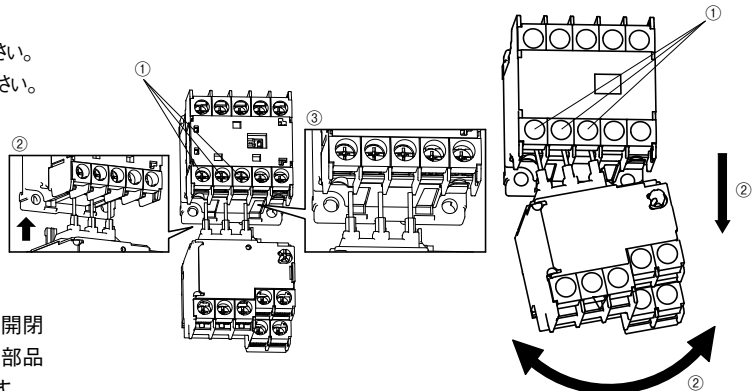

図4
I. 取付け【図4】
- ① 電磁接触器の2,4,6番端子を緩めてください。
- ② サーマルリレーの脚を電磁接触器の穴に合わせて矢印の方向に挿入してください。
- ③ サーマルリレーの主回路部は電磁接触器の各端子ねじの右側に挿入してください。
- ④ 電磁接触器の端子ねじを規定トルクで確実に締結してください。